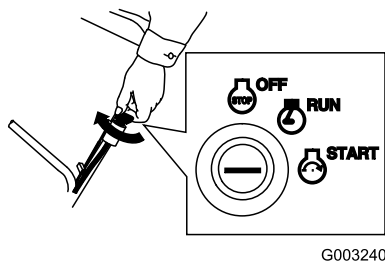

Figura 24
- Girate la chiave di accensione in posizione di avviamento, e rilasciatela quando il motore si avvia (Figura 24).